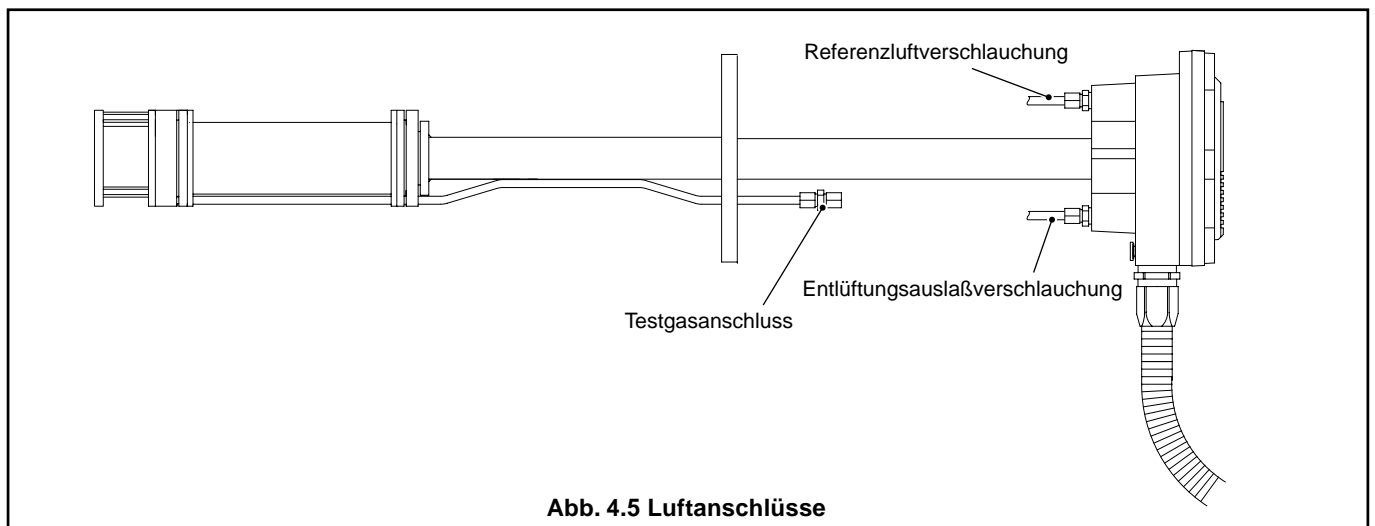

Abb. 4.5 Luftanschlüsse
4.3 Rohranschlüsse – Abb. 4.5
4.3.1 Externer Referenzluftanschluß – Abb. 4.5
Eine saubere, ölfreie geregelte Luftversorgung ist erforderlich bei einem Druck zwischen 20 und 100 mbar (0,2 bis 1,0 m über Wassersäule) und einem einstellbaren Durchfluss zwischen 50 bis 1000 cm³/min, z. B. über eine Reglereinheit (Modell 003000241), die vom Hersteller erhältlich ist. Schließen Sie die Referenzluftverschlauchung an (siehe Abb. 4.5). Siehe Tabelle 4.2 für Verschlauchungsspezifikationen für Be- und Entlüftungsanschlüsse.
4.3.2 Entlüftungsanschluß – Abb. 4.5
Über den Entlüftungsauslaß kann die Referenzluft über eingebaute Flammensperren in die Atmosphäre entweichen. Ist der Entlüftungsauslaß einer feuchten Atmosphäre ausgesetzt, ist am Auslaß ein geeignetes Entlüftungsrohr anzuschließen, das in einen trockenen Bereich verlegt wird – siehe Abb. 4.5. Der Entlüftungsauslaß bzw. der Entlüftungsschlauch dürfen während des Sensorbetriebs nicht blockiert werden.
4.3.3 Testgasanschluß - Abb. 4.5